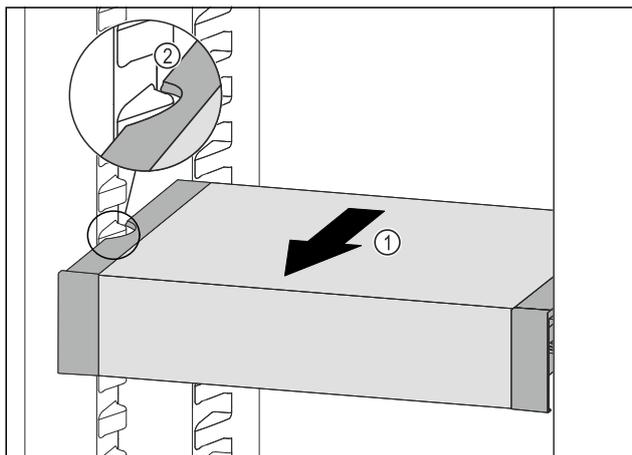

Fig. 105
- Tirare VarioSafe in avanti Fig. 105 (1) fino a quando le cavità laterali di VarioSafe non si trovano al livello della nervatura del contenitore nel vano frigorifero. Fig. 105 (2)